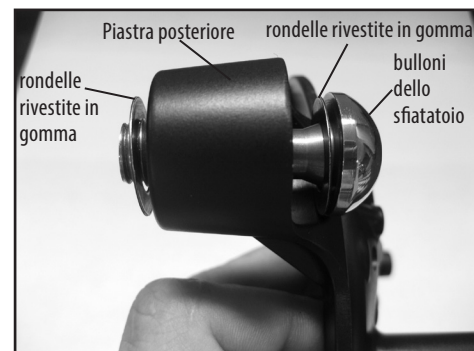

Figura 4
4. Prendere i due bulloni dello sfiatatoio e le otto rondelle rivestite in gomma. Mettere una rondella in ogni bullone e appoggiarle ai buchi della piastra posteriore. Mettere un'altra rondella rivestita in gomma su ogni bullone dello sfiatatoio come mostrato nella figura 4.